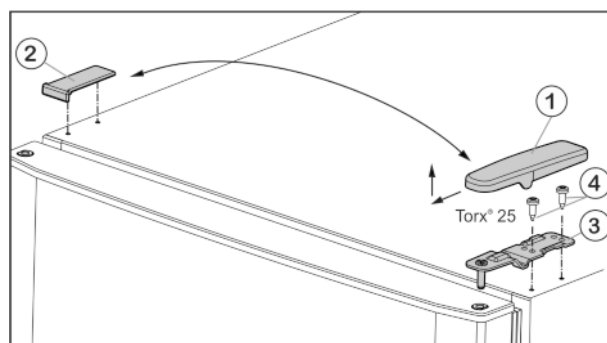

Fig. 4
- ▶ Потяните крышку Fig. 4 (1) вперед и вверх.
- ▶ Снимите крышку Fig. 4 (2).
- ▶ Открутите верхний опорный кронштейн Fig. 4 (3)(2 шт. Torx® 25) Fig. 4 (4) и вытяните вверх.
- ▶ Установите верхний опорный кронштейн *Fig. 4 (3)* на новой стороне шарнира и защелкните в дверце.
- ▶ Привинтите верхний опорный кронштейн (с моментом 4 Нм) (2 шт. Torx® 25) *Fig. 4 (4)*. При необходимости используйте аккумуляторный шурупверт.
- ▶ Наденьте и защелкните крышку *Fig. 4 (1)* на противоположной стороне снаружи.
- ▶ Также наденьте сверху и защелкните крышку *Fig. 4 (2)* на противоположной стороне.